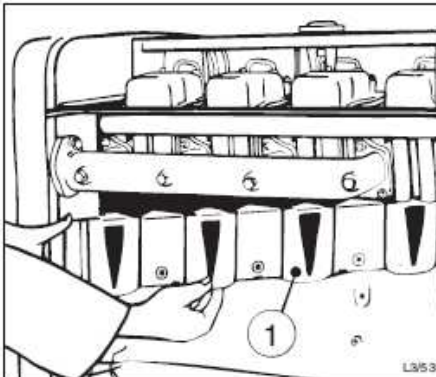

Abb. 35 – Blech demontage
- Beim Motor ohne Verkapselung: die seitliche Haube die Kühlluftleitung des Ölkühlers und danach das Staublech „1“ entfernen (abb. 35).